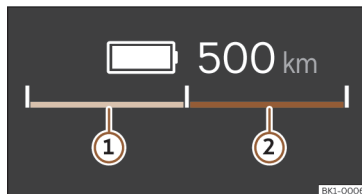

Fig. 21 No painel de instrumentos digital: indicador de potência (representação esquemática).
Através da barra dividida pela metade, o indicador de potência mostra permanentemente a disponibilidade de recuperação da energia de travagem >>> **Fig. 21** ① (verde) no lado esquerdo e a disponibilidade de propulsão >>> **Fig. 21** ② (azul) no lado direito.